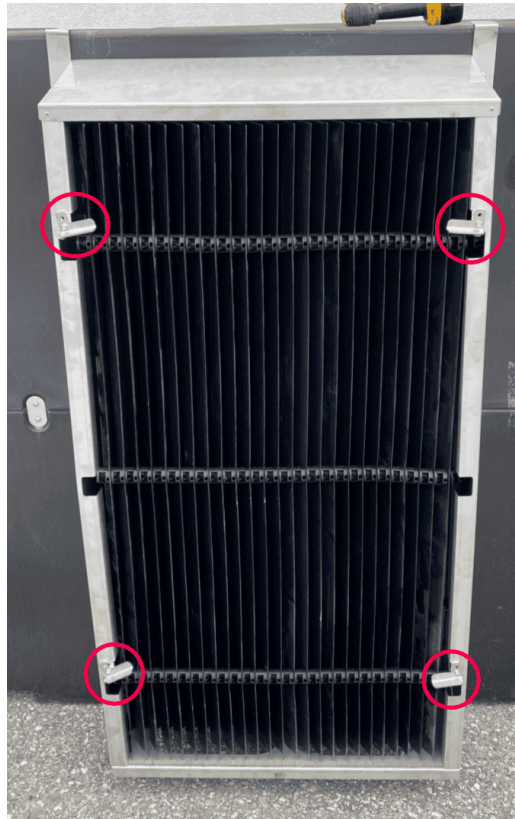

Figure 39 Loquets en position fermée
- g. Tourner les quatre (4) loquets en position fermée, pour retenir l'assemblage dans le cadre, tel qu'illustré à la Figure 39.